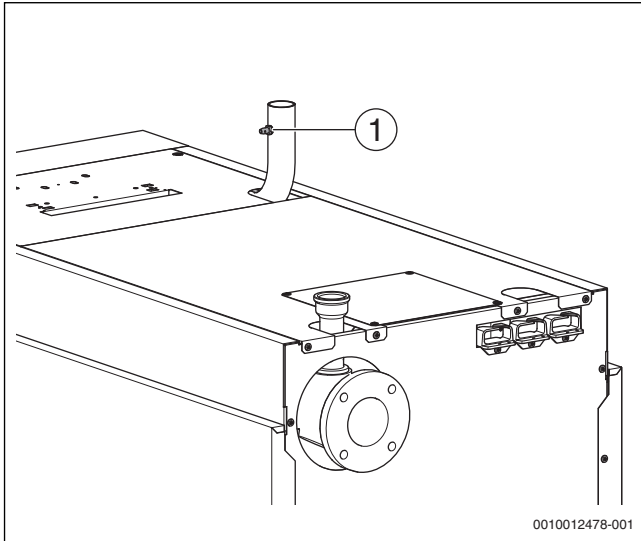

Рис. 28 Удаление воздуха из газопровода
- ▶ Отверните на 2 оборота запорный винт контрольного ниппеля, предназначенного для измерения давления и выпуска воздуха (→ рис. 28, [1], стр. 30).